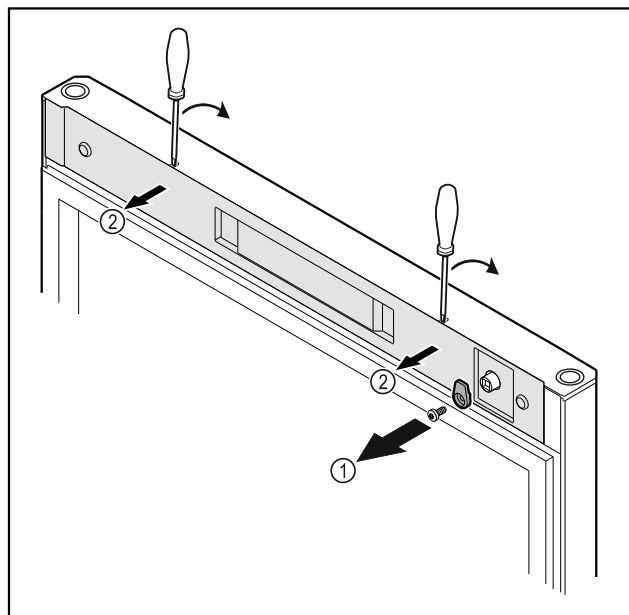

Fig. 22
- ▶ Lironi vidat e grepit të mbylljes Fig. 22 (1).
- ▶ Nxirrni nga foleja kapakun mbulues Fig. 22 (2) me një kaçavidë të vogël dhe hiqeni.